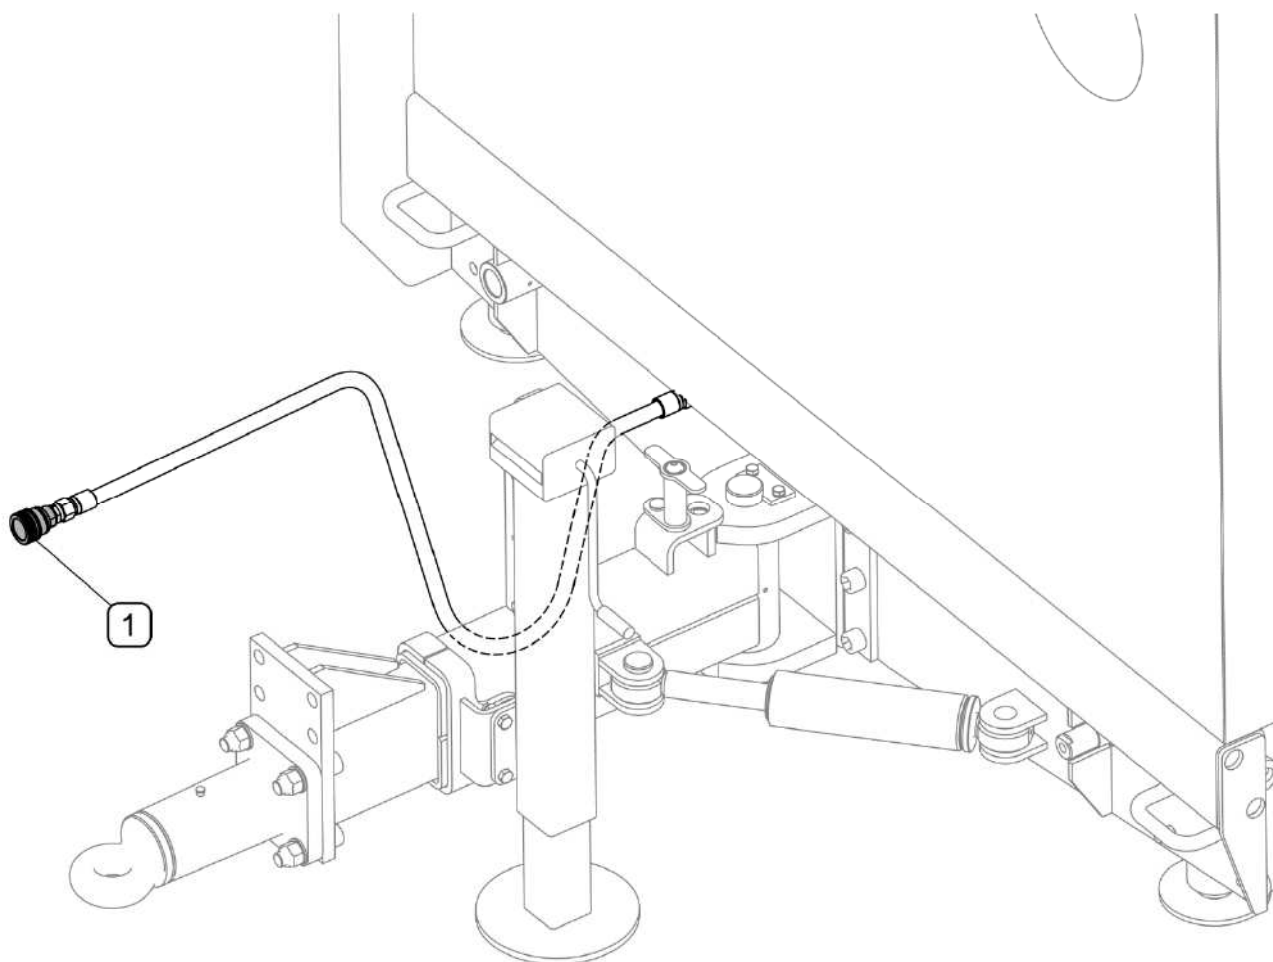

РИСУНОК 4.6 Подключение гидравлической тормозной системы (опция)
В случае, если подметально-уборочная машина оснащена гидравлической тормозной системой (РИСУНОК 4.6), необходимо подсоединить быстрый гидравлический разъем (1) к соответствующему гнезду на транспортном средстве.